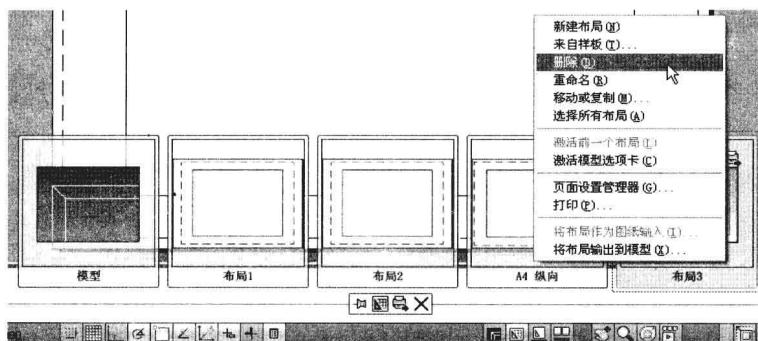

图 10-3-3
(4) 在快速查看布局工具栏中单击“新建布局”按钮，创建布局 4，右击一个布局预览图像，显示快捷菜单，选择“删除”，即可删除选择的布局，如图 10-3-3 所示。